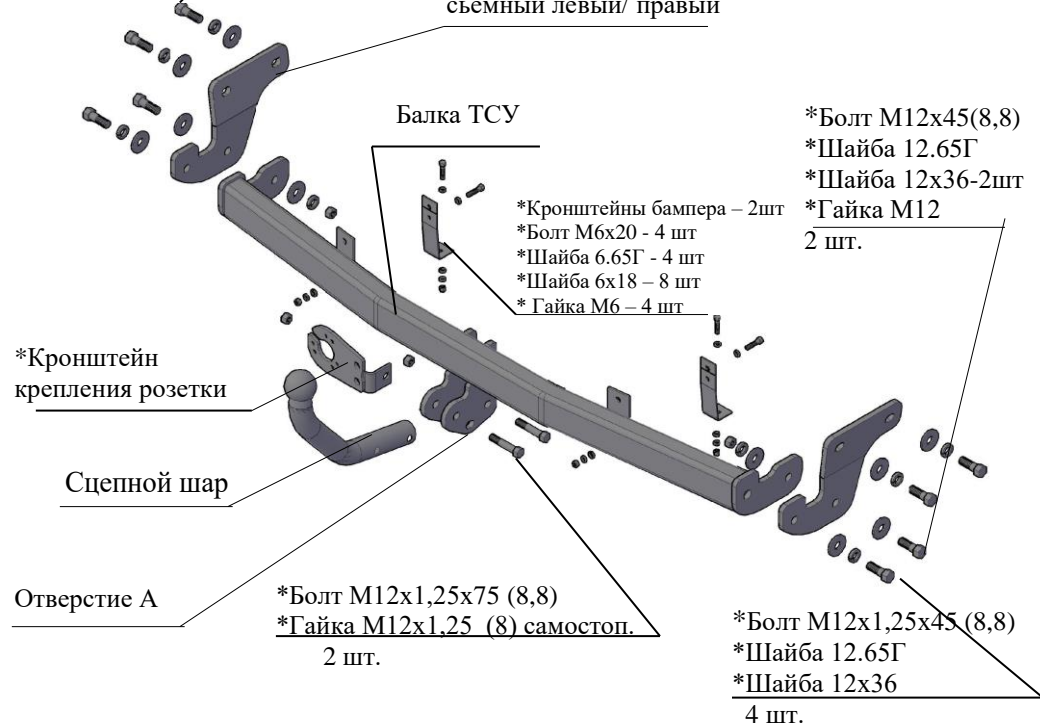

Рис.1 Тягово-сцепное устройство ТСУ 7241.
2.1 ТСУ 7241 в сборе (рис.1)	1 шт.
2.2 Пакет с комплектующими (см. рис.1)	1 шт.
4.3 Закрепить левый и правый боковые съемные кронштейны (соответственно рис.1) к боковым внешним полкам лонжеронов а/м болтами М12х1.25х35 (используя гайки приварные штатные), под головки болтов подложить шайбы 12.65Г и 12х36. Крепеж не затягивать.
Закрепить кронштейны бампера к накладкам на балке ТСУ по месту, крепежом соответственно рис.1. Сделать в бампере в центре снизу вырез (65 мм шириной и 65 мм глубиной для Хендай Солярис седан, 65 мм шириной и 30 мм глубиной для Хендай Солярис хэтчбек и 65 мм шириной и 40 мм глубиной для Киа Рио седан). Установить на место задний бампер.